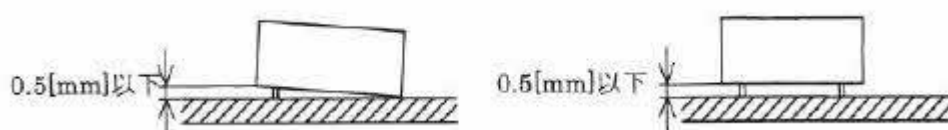

図8 部品の傾き
②ボックスコネクタ、タクトスイッチ、トグルスイッチは、止まりがあるものは止まりまで差し込み、止まりがないものは密着して取り付けること。なお、浮き上がり限界は、図8に示すとおりとする。